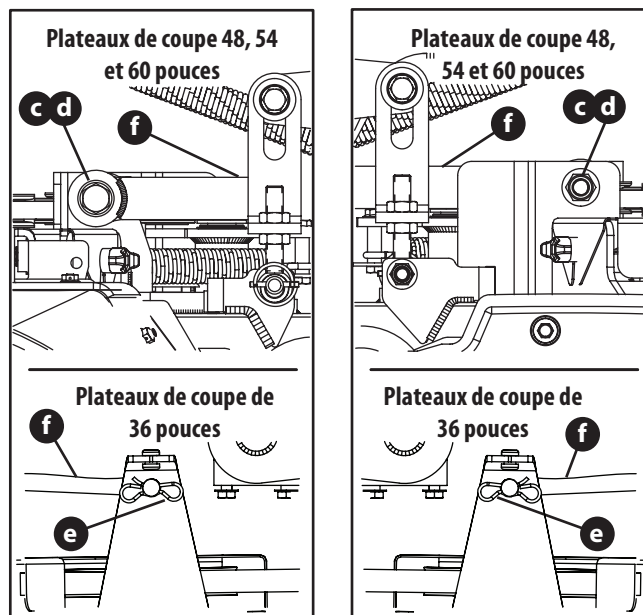

Fig. 37
6. Retirez les vis hexagonales (c), les écrous de blocage des brides (d) (plateaux de coupe de 48, 54 et 60 pouces) ou les attaches nœud papillon (e) (plateaux de coupe de 36 pouces) qui fixent les tiges de commande du plateau avant (f) au plateau de coupe (Fig. 37).